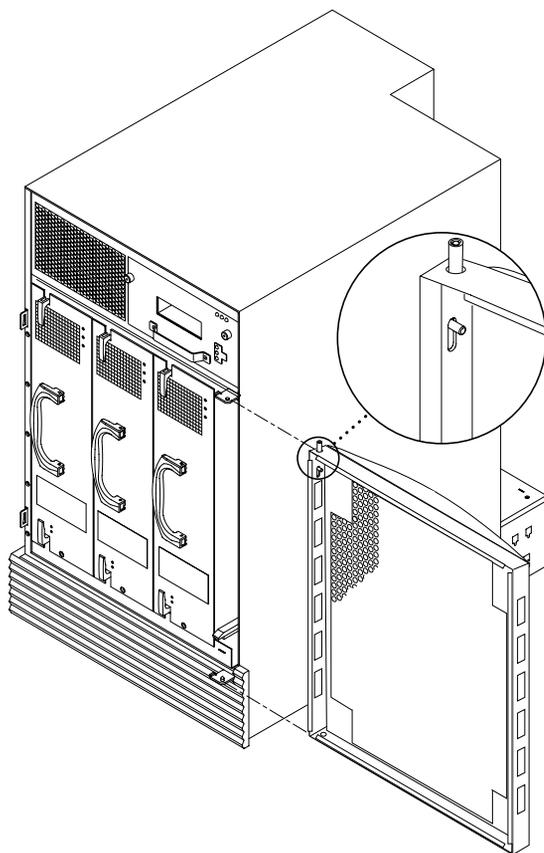

図 11-14 正面ドアの取り外し — Sun Fire E4900 システム
6. 正面ドアを取り外します (図 11-14)。
8. 次の手順で、正面ドアを取り付けます (図 11-14)。